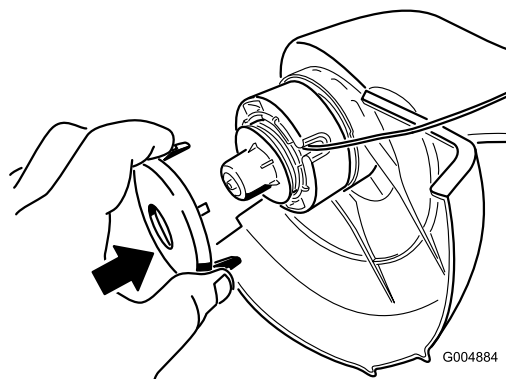

Figure 9
8. Appuyez sur les languettes et poussez sur le chapeau et la bobine pour bloquer le chapeau en position (Figure 9).